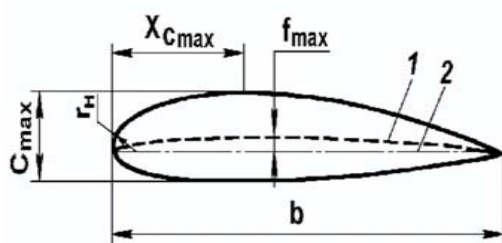

Рис. 7
1. Профиль крыла — это форма сечения его плоскостью по набегающему воздушному потоку (рис. 7).